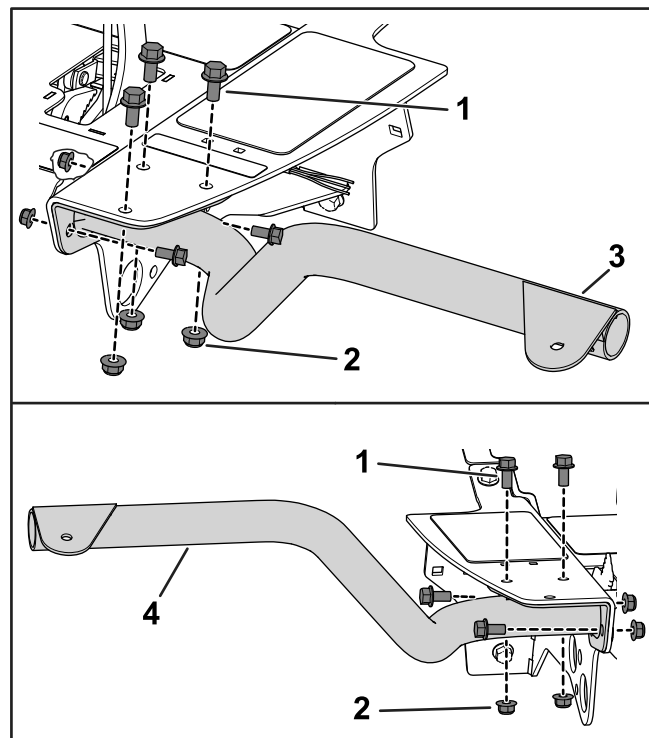

Figur 1
1. Frakobl afskærmningsforlygternes konnektorer, og fjern fastgørelsesanordningerne, der fastgør platformsafskærmningen til maskinstellet (Figur 1).